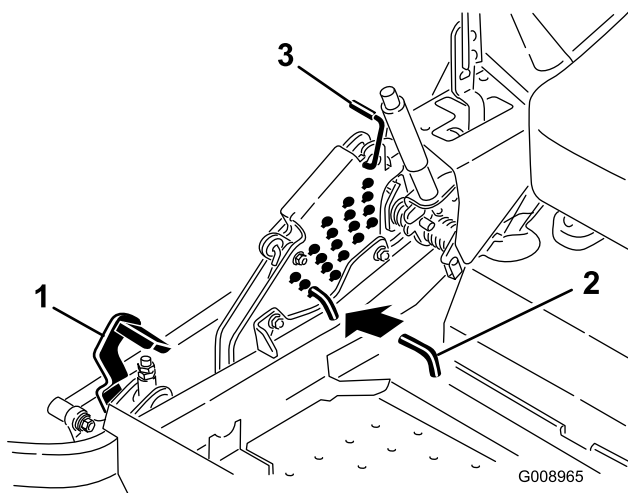

Figure 84
5. Enfoncez la pédale de relevage du plateau de coupe au maximum pour verrouiller le plateau à la position de transport de 14 cm (Figure 84).